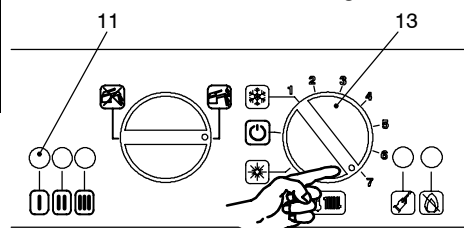

fig. 7.3
- 2 Ruotare il selettore 13 come in fig. 7.3